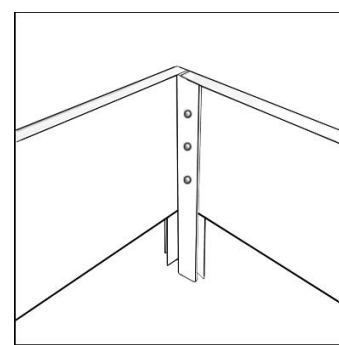

Рис. 4
4. Прикрутить саморезами угловой элемент к основному борту (1,5м) с внутренней стороны, как показано на схеме. (рис. 4)